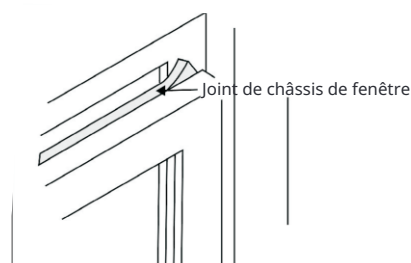

Fig.18
1. Ajustez le joint de châssis pour qu'il s'adapte à la largeur de la fenêtre. Insérez dans l'espace entre les châssis supérieur et inférieur (Fig. 18).